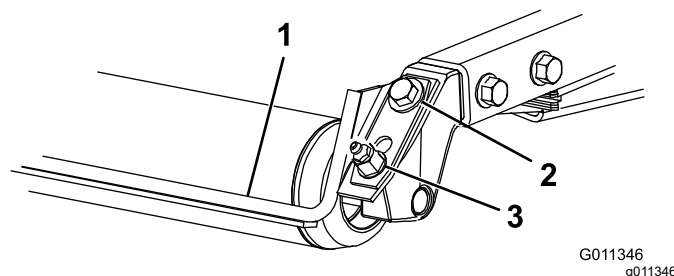

Figura 5
1. Desaperte o bocal de lubrificação e o parafuso de fixação (Figura 5).